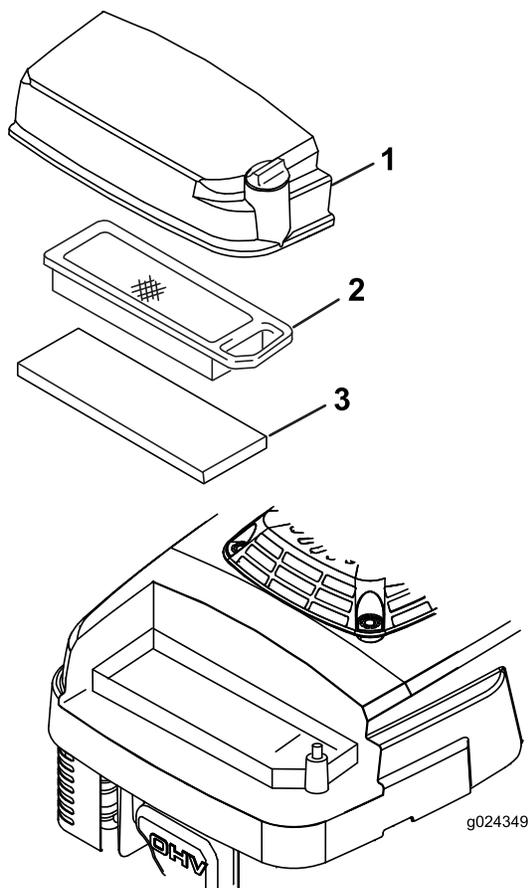

Figura 20
3. Allentate la vite sul coperchio del filtro dell'aria (Figura 20).
5. Togliete e controllate i filtri di carta dell'aria (Figura 20) e sostituiteli se sono eccessivamente sporchi.
6. Togliete il prefiltra in schiuma sintetica (Figura 20) e lavatelo con acqua e detersivo neutro, infine tamponatelo finché non è asciutto.